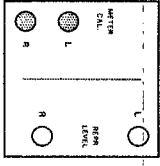

Fig. 6.4-4
- Mit Pegeln METER CAL. L + R (Fig. 6.4-4) linkes und rechtes VU-Meter auf 0 VU setzen.
- Adjust potentiometers METER CAL. L + R (fig. 6.4-4) to obtain a 0 VU deflection on the respective VU-meter.
- A l'aide des réglages METER CAL. L + R (fig. 6.4-4) gauche et droit, étalonnez les VU-mètres sur 0 dB.